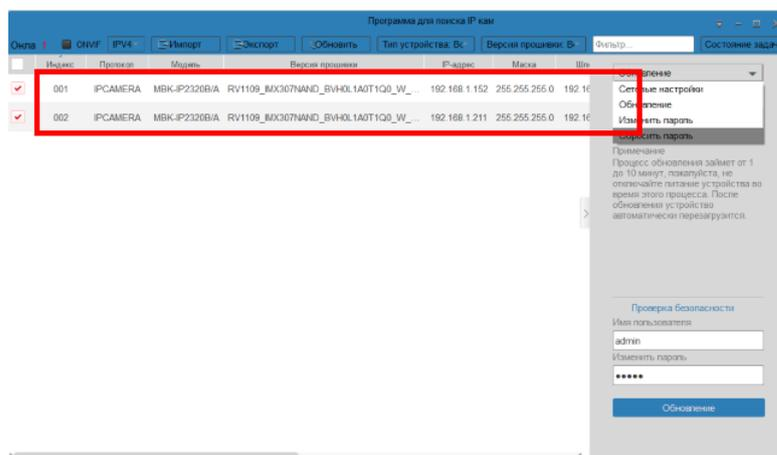
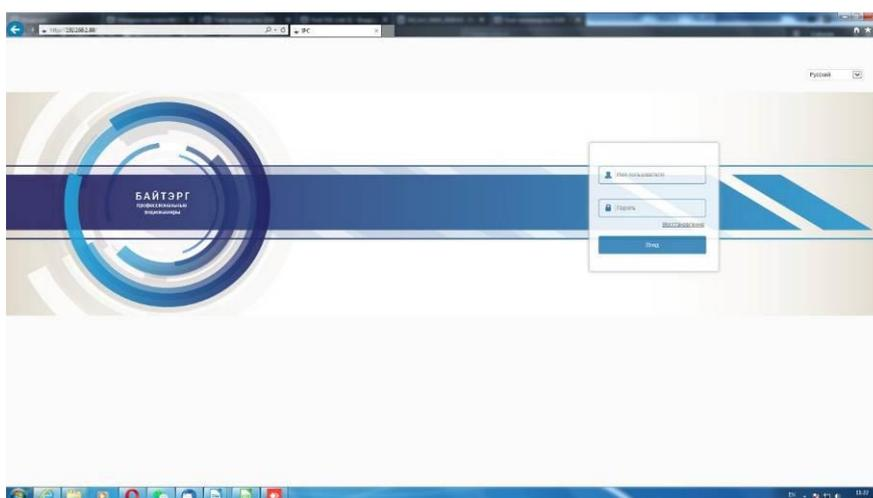

Рисунок 18
Рисунок 19
3.11. Выбрать в программе SearchTool строку камеры и при помощи двойного нажатия левой кнопки мыши (рисунок 18) открыть окно WEB-интерфейса (рисунок 19).